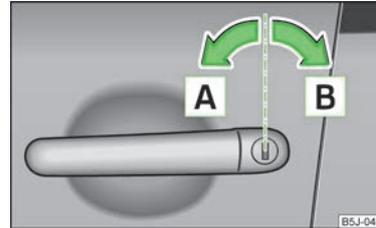

Abb. 12
- Den Schlüssel im Schließzylinder der Fahrertür in die Fahrtrichtung (Entriegelungsstellung) **A** drehen » Abb. 12.
- Den Schlüssel im Schließzylinder der Fahrertür entgegen der Fahrtrichtung (Verriegelungsstellung) **B** drehen » Abb. 12 auf Seite 29.